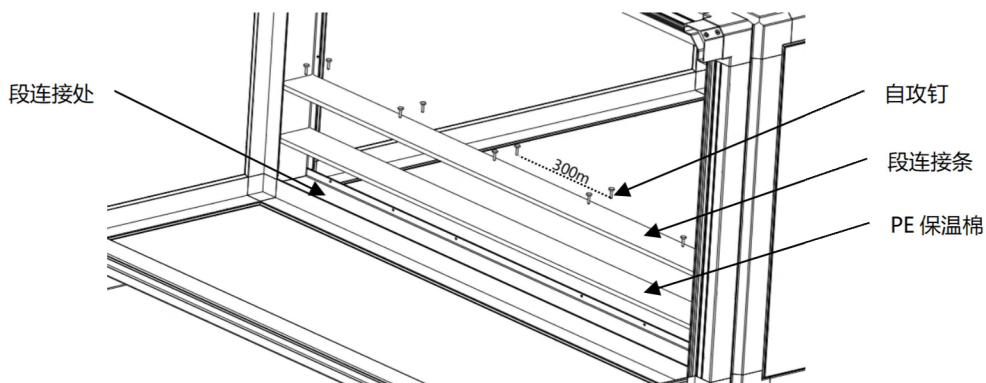

图2.6 底部段连接条安装示意图
2. 将段连接条卡入段连接处，并在用合适的自攻钉将段连接条固定在2个运输段之间（建议两侧每间隔300mm固定一个螺钉），见下图2.6：以底部段连接处安装进行示意，其余三面的安装方式相同。